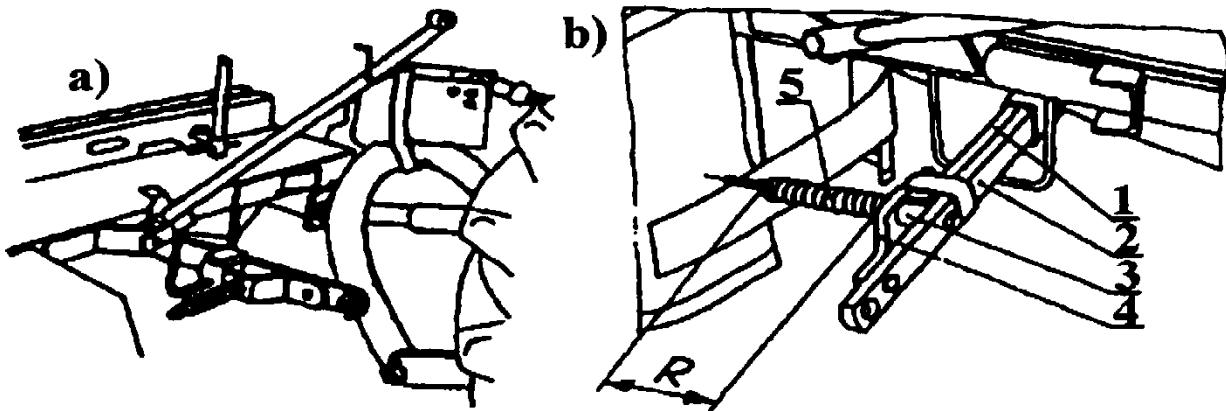
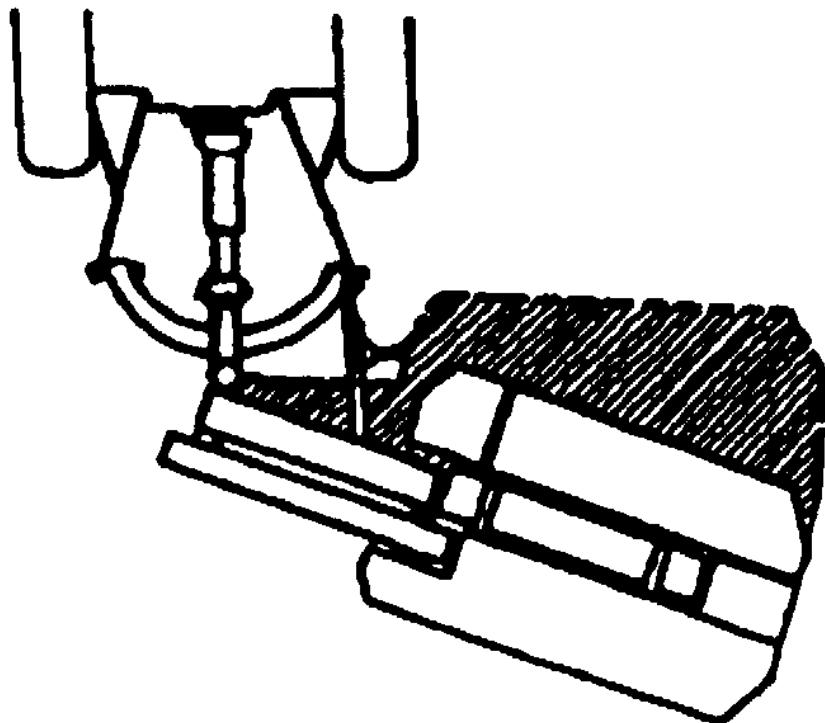

Рис. 5. Предохранитель косилки в положении:
Рис. 6. Отклонение косилки назад после срабатывания предохранителя
- рама навески (7);
- центральная балка (17) вместе с узлом привода;
- главная рама (3);
- барабаны режущего узла (9);
- режущие ножи (10);
- комплект кожухов (коффиши приводного узла (6) и защитного фартука (1);
- предохранитель (Рис. 5).
**Предохранитель** (Рис. 5) обеспечивает защиту косилки от повреждения при столкновении с препятствием. Изменение момента срабатывания предохранителя производится при помощи прижимной пружины. После срабатывания предохранителя происходит отклонение рабочих узлов назад под углом около  $20^\circ$  (Рис. 6). Это даёт оператору время, чтобы остановить трактор и избежать повреждения машины.